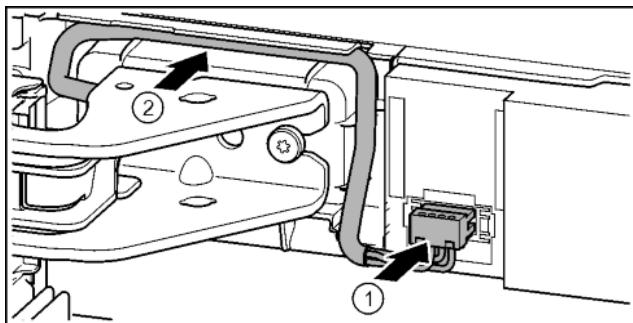

Fig. 37
- Zaklapněte zástrčku nad horním stojanem ložiska a kabelové prameny opatrně vložte do kanálu. Fig. 37 (1)
- Šedý kabel opatrně položte ve vedení nad horním stojanem ložiska. Fig. 37 (2)